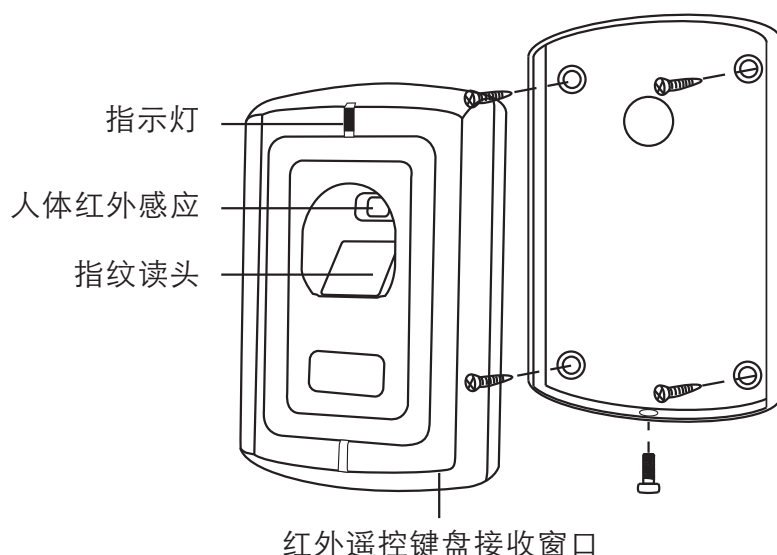

图1 安装结构图
- 1、在预定安装位置按后盖定位孔尺寸钻好孔，如图1(安装结构图)。
- 4、把前壳盖上，然后用专用螺丝刀及螺丝，将前后盖其固定在一起，如图1(安装结构图)。